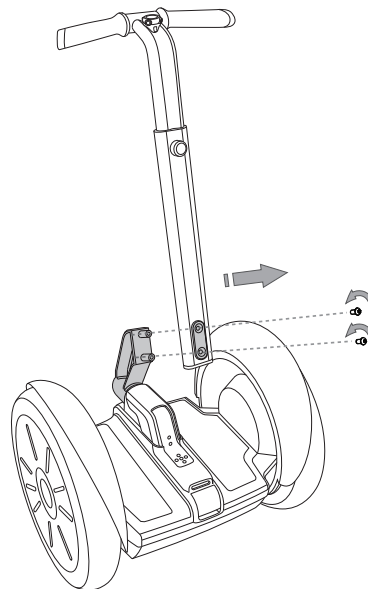

図 64. LeanSteer フレームファスナーを取り外す
2. 5 mm 六角レンチを使い、LeanSteer フレームを支えながら、LeanSteer フレームを脚に固定している 2 個のファスナーを外します (図 64 を参照してください)。